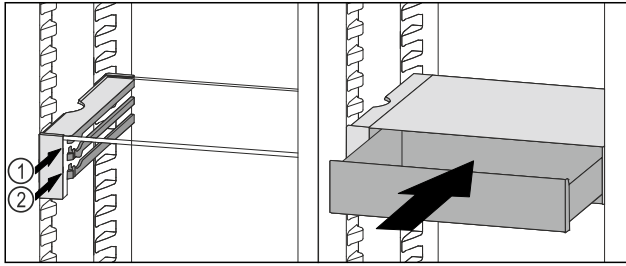

Fig. 63
- ▶ Zásuvku VarioSafe nasadte za zarážkami na požadovanom rebre Fig. 63 (1) alebo Fig. 63 (2).